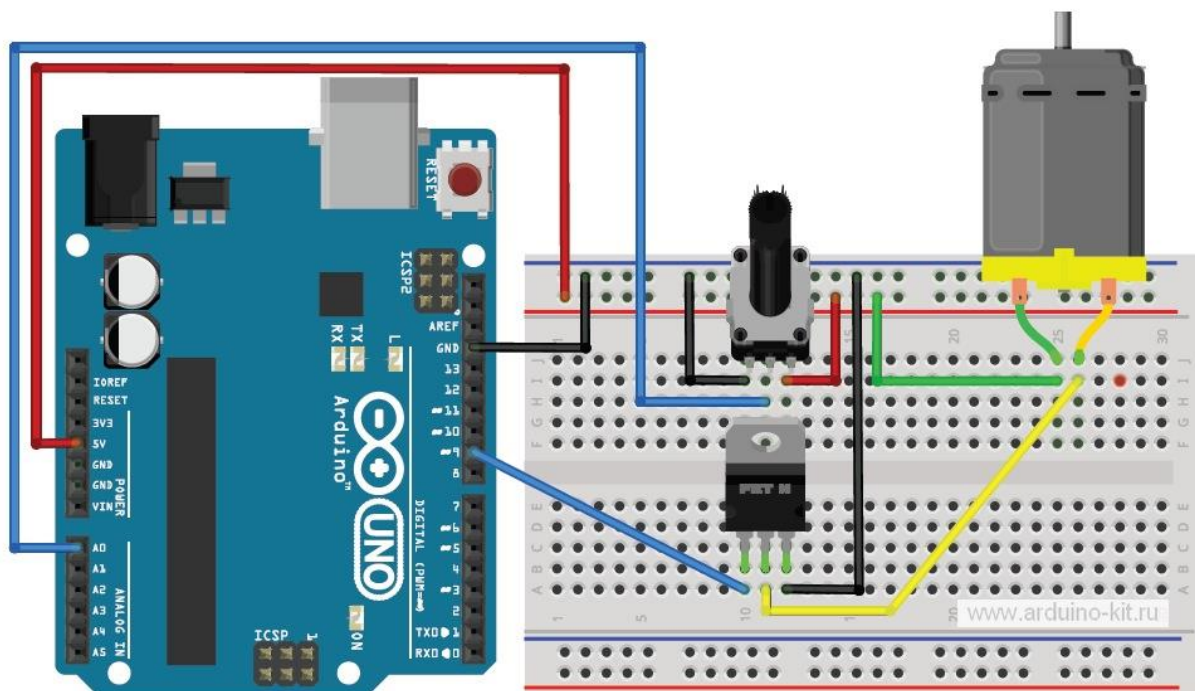

Рис. 11.1. Схема подключения мотора к Arduino
Выводы Arduino, сконфигурированные как OUTPUT, находятся в низкоимпедансном состоянии и могут отдавать 40 мА в нагрузку и не в состоянии обеспечить питание мощной нагрузки и большого напряжения. Одним из способов управления мощной нагрузкой является использование полевых MOSFET-транзисторов. MOSFET-транзистор – это ключ для управления большими токами при помощи небольшого напряжения (в отличие от биполярных транзисторов, управляемых током). В нашем эксперименте мы будем управлять скоростью вращения мотора изменением напряжения, подаваемого на MOSFET. Управлять напряжением, подаваемым на MOSFET, будем с помощью ШИМ (широтно-импульсной модуляции). В эксперименте 5 мы уже рассматривали использование ШИМ для получения изменяющегося аналогового значения посредством цифровых сигналов. Для регулирования скорости двигателя будем использовать потенциометр. Схема подключения элементов для данного эксперимента показана на рис. 11.1.
1. Подключаем элементы к плате Arduino по схеме на рис. 11.1.